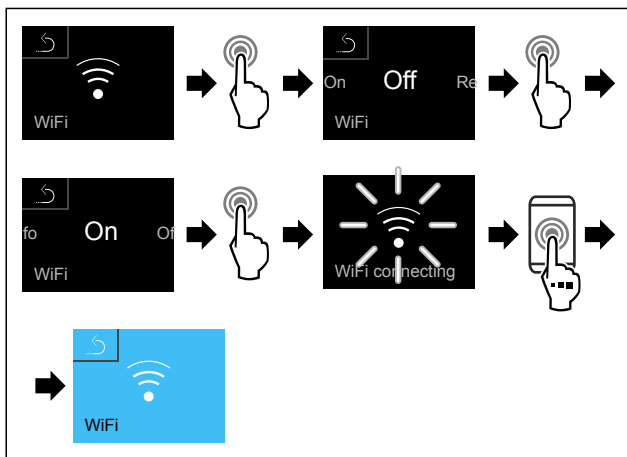

Fig. 96
- ▶ Wykonać czynności (patrz Fig. 96).